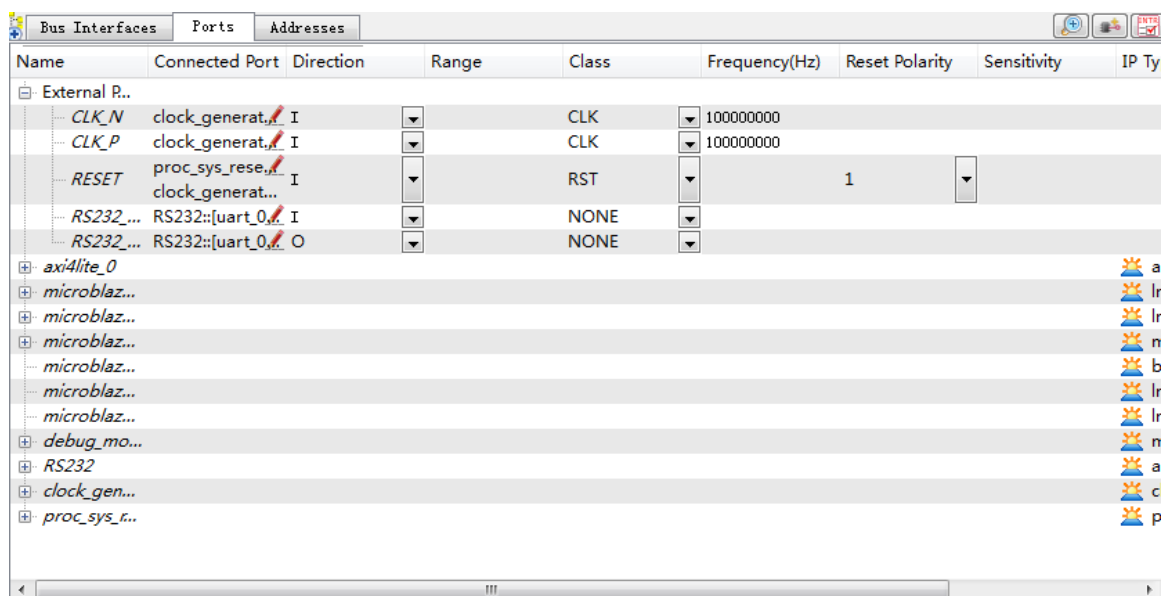

图 7: PORT 选项卡的初始状况
**2-1-1.** Port 选项卡（展开 **External Port**），如图 7.